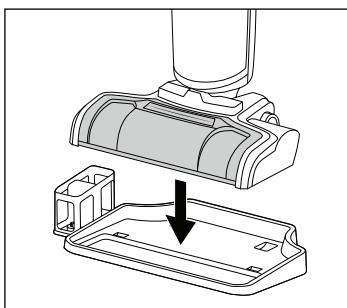

Fig. 45
- ♦ Transportez l'appareil uniquement par sa poignée **⑯**.
- ♦ Posez l'appareil pour le rangement sur le socle **④** de la station d'accueil et de nettoyage (voir fig. 45).